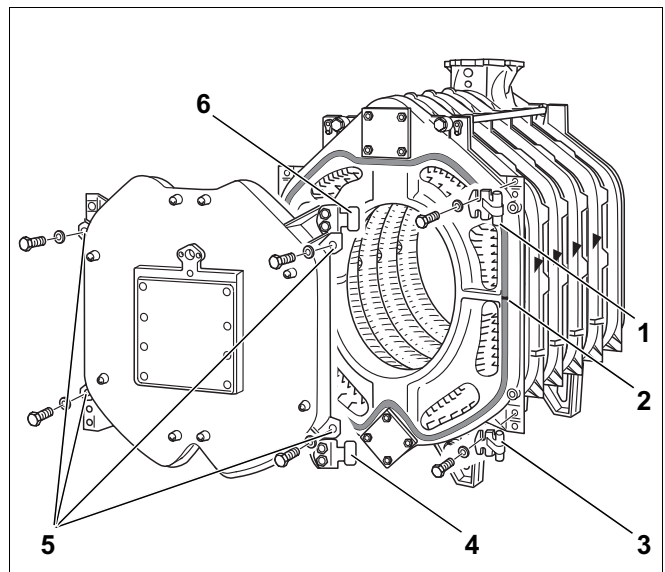

Fig. 28
Fra fabrikken er de to hengseløynene (fig. 28, **pos. 4 og 6**) montert på høyre side av brennerdøren. Hvis disse øynene skal sitte på venstre side av brennerdøren, må de monteres på samme måte på denne siden.
- Skru hengselhakene (fig. 28, **pos. 1 og 3**) på forelementet ved hjelp av 2 sekskantskruer M 12 x 50 hver. Dette er vist i fig. 28 for høyreanslag. For venstreanslag skal hengselhakene skrues på på samme måte på venstre side.
- Lim fast GP-pakningssnoren  $\varnothing$  18 mm i forelementet ved hjelp av Silastik-lim. Pakningssnorens skjørt skal være på siden (fig. 28, **pos. 2**).
- Lukk brennerdøren og skru den fast ved hjelp av fire sekskantskruer (M16 x 140) på de stedene som er vist i figuren (fig. 28, **pos. 5**). Sekskantskruene skal trekkes til jevnt og kryssvis.